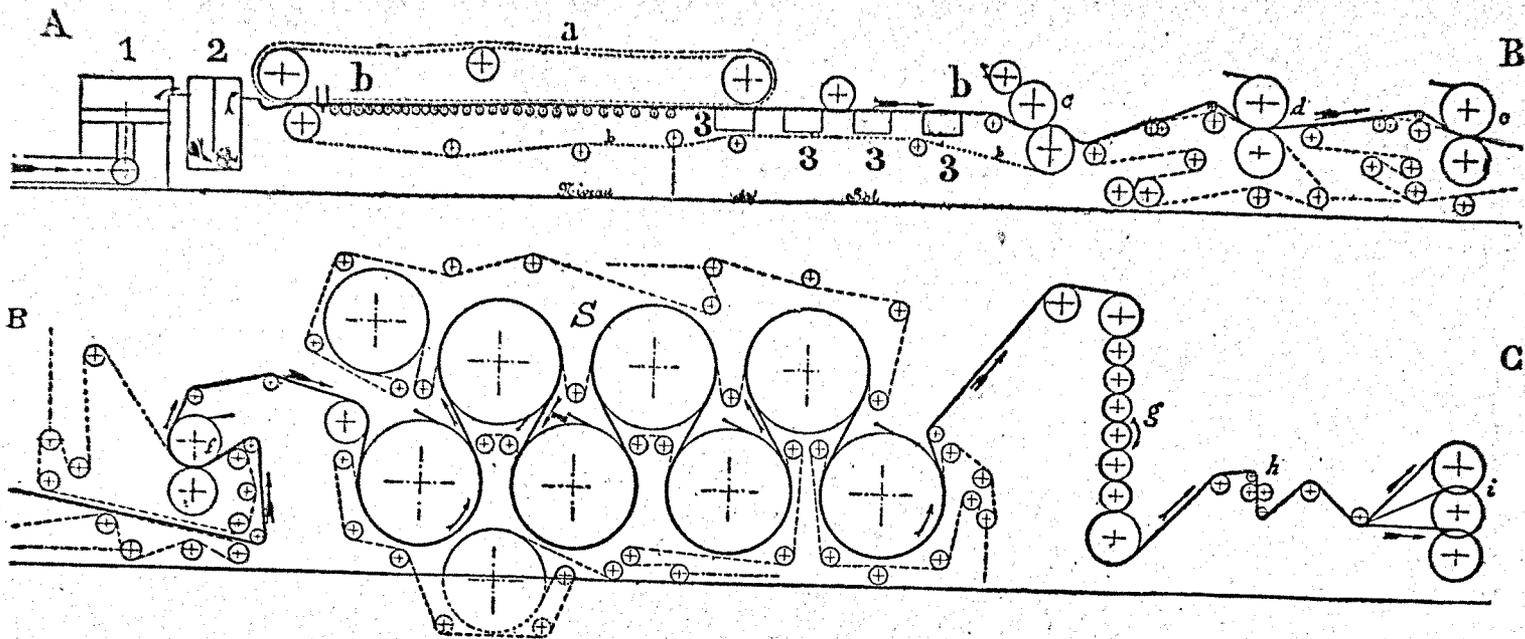

Fig. 410. — Schéma d'une machine à papier. (La figure B C fait suite à la figure A B.)
**Papier à la mécanique.** — La *machine à papier* (fig. 410) comprend d'abord une grande cuve dans laquelle se meuvent des agitateurs qui maintiennent homogène le mélange d'eau et de pâte. De là, après avoir traversé des plaques de bronze à fentes très fines appelées *épurateurs* qui retiennent les impuretés, la pâte passe par un courant continu sur la *table de fabrication b*, toile métallique sans fin de plusieurs mètres de long, et animée d'un mouvement de translation qui éloigne la pâte de la cuve; des secousses transversales, imprimées mécaniquement à cette toile, égalisent l'épaisseur de la couche de pâte et feutrent les fibres; une ou plusieurs règles en bronze, placées au-dessus, aident à cette répartition. L'eau s'écoule par le dessous de la toile, qui un peu plus loin passe sur une série de caisses plates en bois, percées de trous dans leur face supérieure. Une pompe pneumatique aspire l'eau dont se remplissent ces caisses, ce qui crée une raréfaction de l'air au-dessous de la toile, et accélère le séchage. La couche de pâte déjà compacte s'engage en-